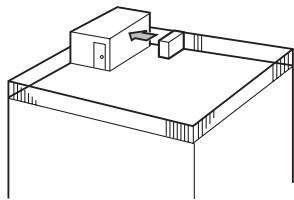

Fig. 2-4
- ① Richt de luchtauitlaat naar de dichtstbijzijnde muur, op ongeveer 50 cm van de muur. (Fig. 2-4)